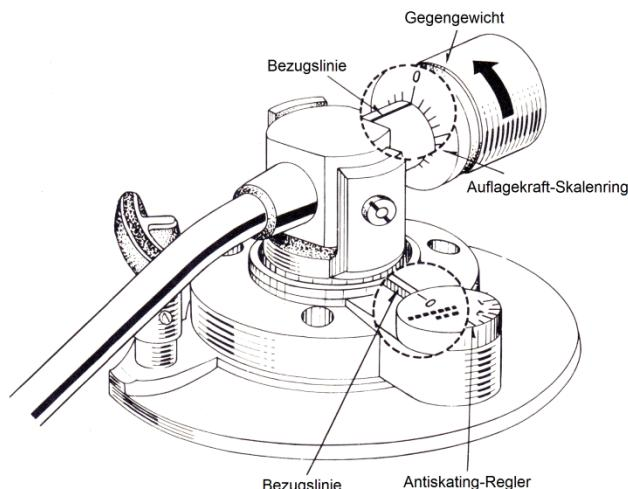

Abb. 9 Nulleinstellung "0"
- (1) Den Netzschalter einschalten (ON ■)
- (2) Eine der Geschwindigkeitswahlstellen, "33" oder "45", drücken. Der Tonarmlift muß sich in gesenkter Stellung befinden. Schalten Sie dann den Netzschalter wieder aus.
- (3) Drehen Sie den Antiskating-Regler so, daß "0" mit der Bezugslinie übereinstimmt (Abb. 9).
- (4) Die Nadelabdeckung vom Tonabnehmer abnehmen.
Das Gegengewicht laut Abb. 9 in Pfeilrichtung drehen.